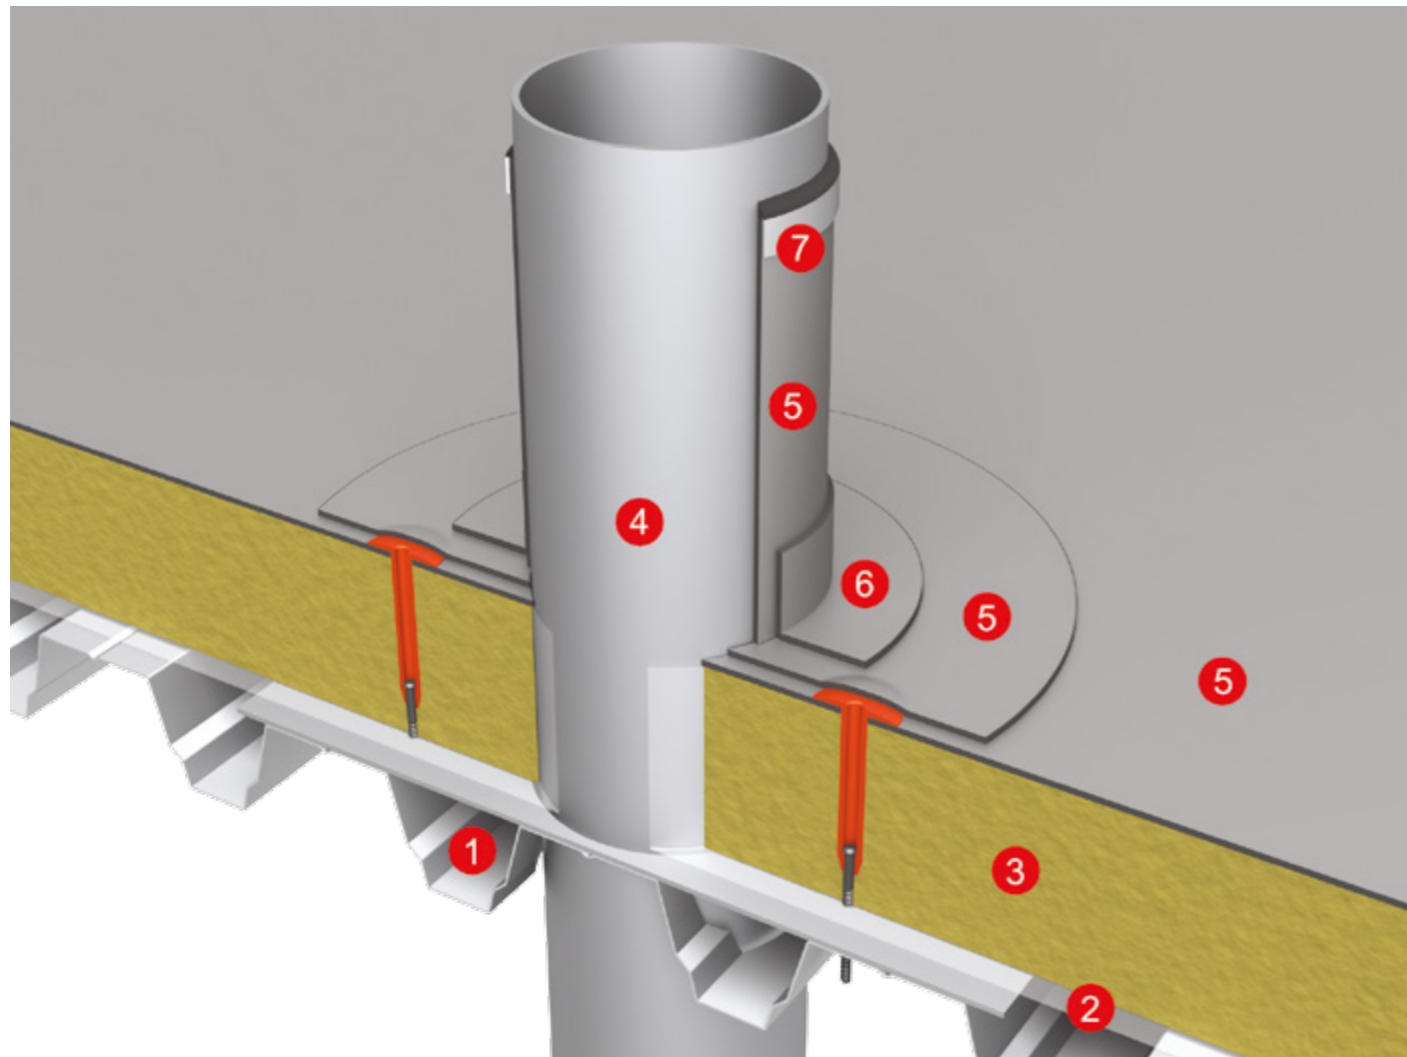

Рис. 15
3.9. Устройство примыкания к трубам (см. рис.15)